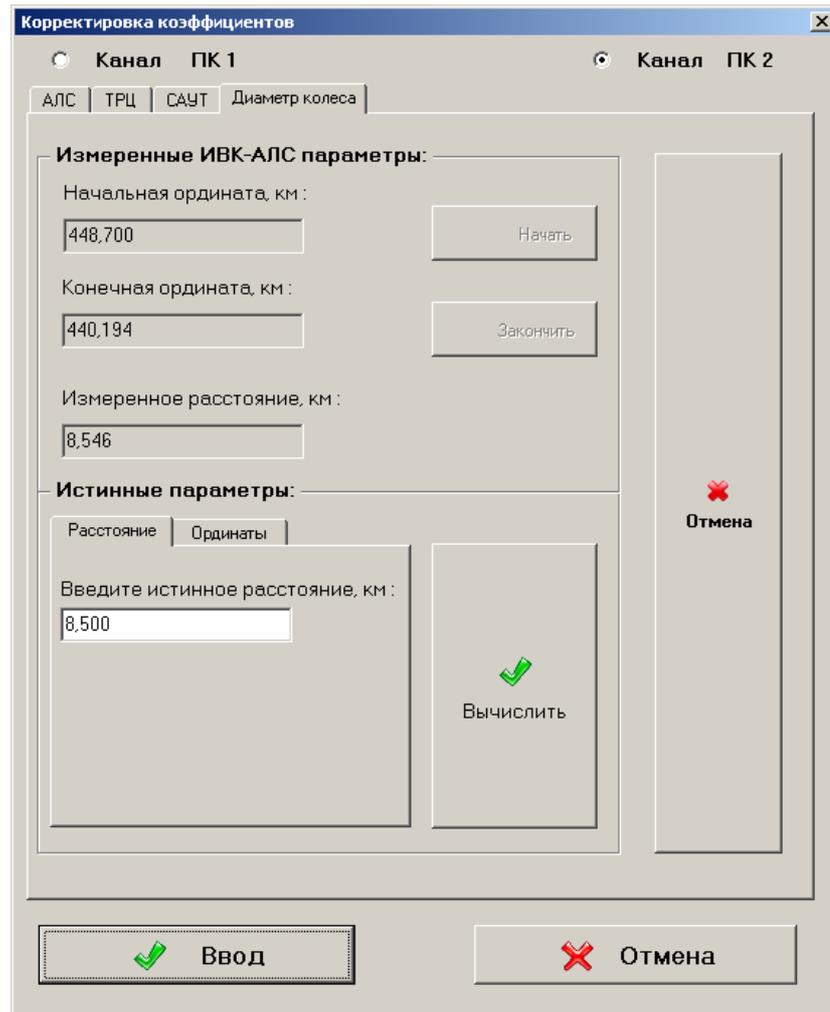

Рисунок 7-4 — Окончание измерений для вычисления (корректировки) диаметра колеса в дочернем окне «Коррекция коэффициентов» Рабочей программы
9) Нажатием в Рабочей программе кнопки «Коррекция коэффициентов»  или нажатием функциональной клавиши «F9» открыть дочернее окно «Коррекция коэффициентов» и на вкладке «Диаметр колеса» нажать на кнопку «Закончить» (рисунок 7-4). Кнопка «Закончить» станет неактивной, в разделе «Измеренные ИВК-АЛС параметры» в поле «Конечная ордината» появится значение, соответствующее текущей ординате, измеренной ИВК: на рисунке 7-2 этой ординате соответствует **конечная измеренная ордината**.